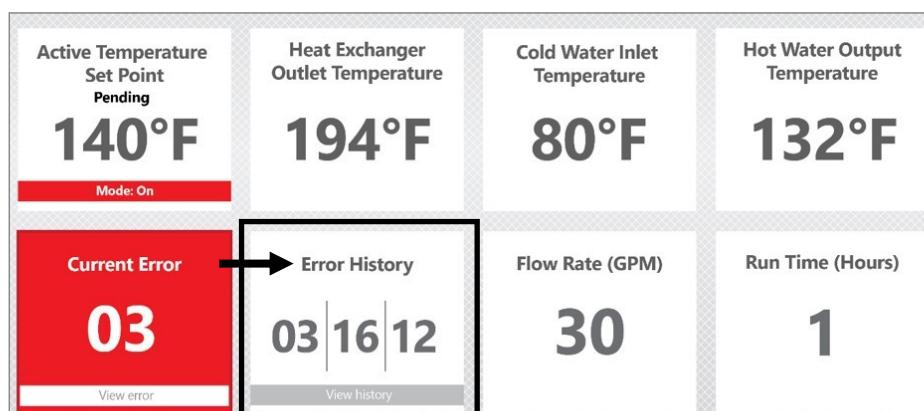

Fig 71. Error History Parameter Box
1. Press the “Error History” parameter box (Fig 71).